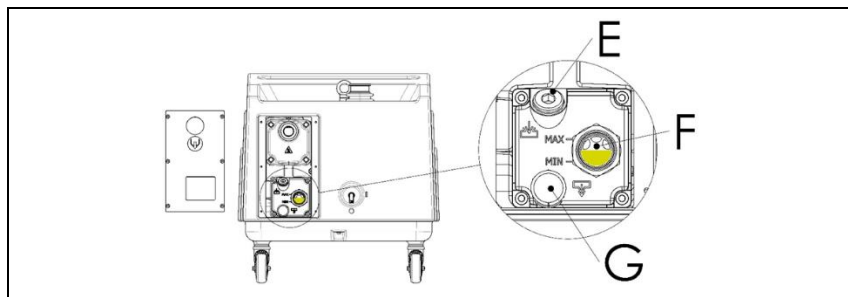
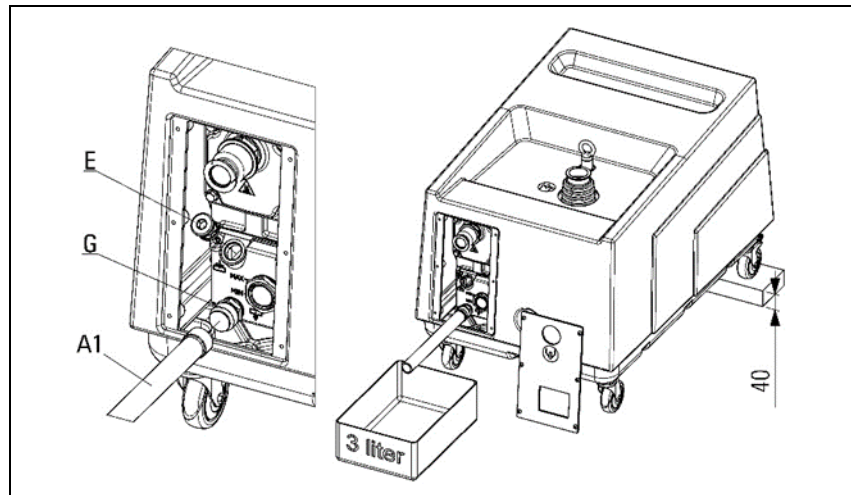

Figura 14
Figura 15
Con riferimento alla Figura 14, svitare il tappo di carico (E) e quello di scarico olio (G) solo dopo aver posizionato sotto il serbatoio un contenitore adatto (per forma e dimensioni) a raccogliere tutto l'olio della pompa (vedere Figura 15).
La massima pressione ammessa nel serbatoio è di 0,6 bar misurata a portata massima (quando la pompa sta funzionando con l'aspirazione a pressione atmosferica). La pressione può essere rilevata mediante un manometro (opzionale), connesso nel foro di carico olio (Figura 14 "E"). Se è presente il manometro, verificare l'intasamento della cartuccia a pompa calda.